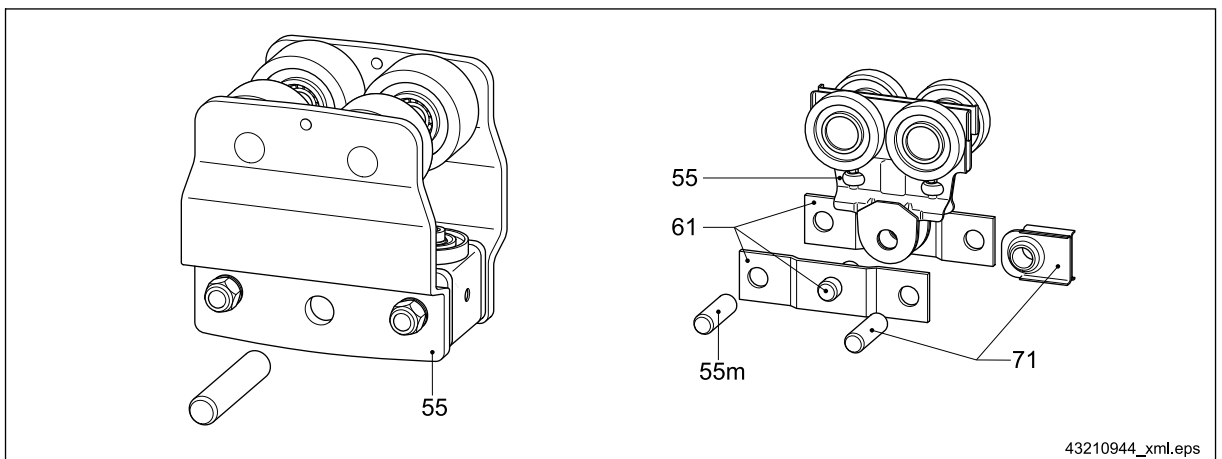

Abb. 78
- Einzelfahrwerk erfolgt die Befestigung mit der Lasche (61) ⇒ Abb. 78, Seite 81.